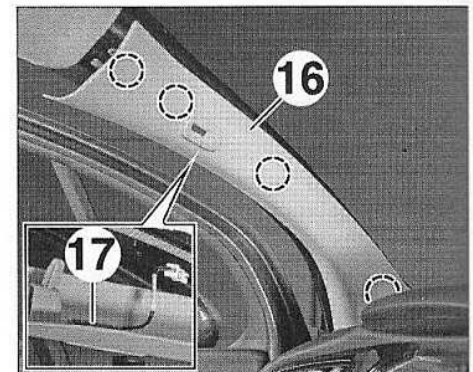

FIG.15
- la garniture de montant de pare-brise (16) (Fig.15).